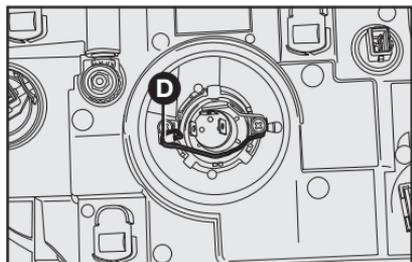

fig. 14
- 3) Apertar para baixo a presilha **D-fig. 14**, abrindo-a lateralmente;
- 5) Posicionar a nova lâmpada em seu alojamento, reenganchar a presilha de fixação **D-fig. 14**;